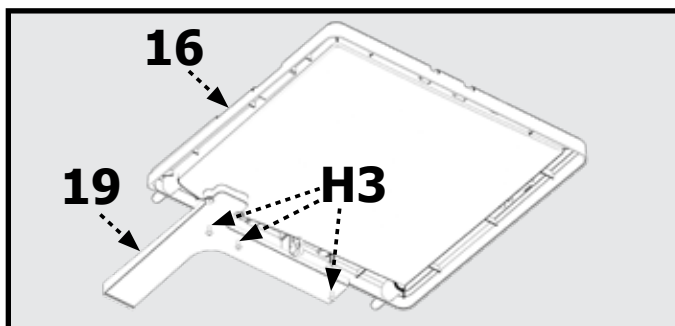

Figura 10
1. Conecte la Bandeja Guiada (19) a la Bandeja de Salpicadura (16) usando tres Tornillos autorroscantes de plástico Phillips M4 x 10 (H3) como se muestra en la Figura 10.